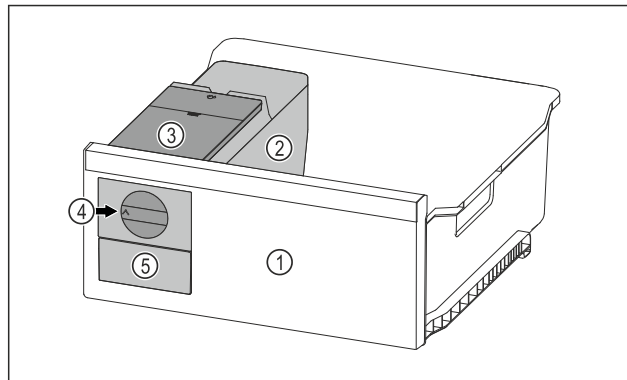

Fig. 66 Ілюстративне зображення
- ▶ Повернуту ручку Fig. 66 (4) повернути за годинниковою стрілкою до упору.
- ▷ Кубики льоду випадають із ванночки для кубиків льоду у висувний ящик для кубиків льоду Fig. 66 (5). Якщо не всі кубики льоду виймаються з ванночки для кубиків льоду: